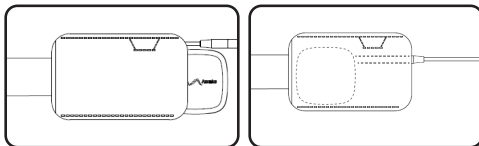

Abbildung 5: Stecken Sie den PS in den Beutel am Gürtel.
- Stecken Sie den PS in den Beutel am Gürtel. Legen Sie die PS-Verlängerung um den PS (**Abbildung 5**). Der PS ist vollständig eingelegt, wenn er die engste Stelle des Beutels passiert hat.